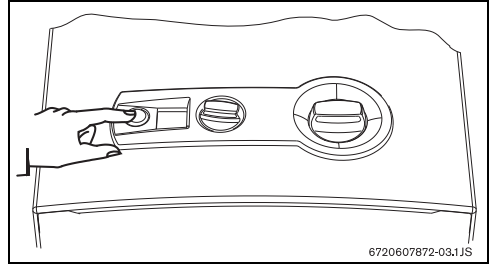

Fig. 4
- ▶ Para tal fin, basta conectar el interruptor (→Fig. 4).